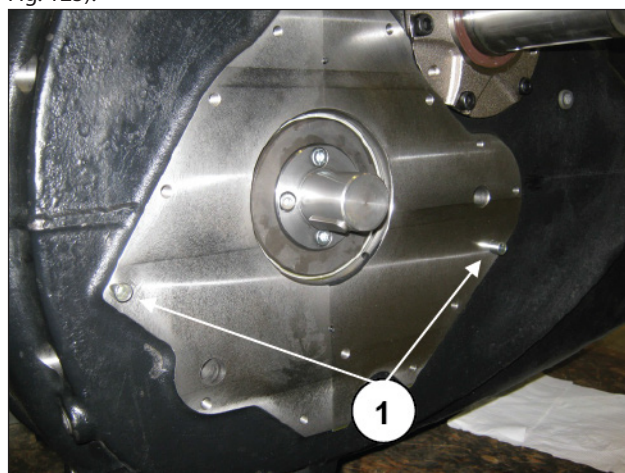

Fig. 125
Inserire le 2 bocche di centraggio corpo pompa olio (pos. ①, Fig. 125).